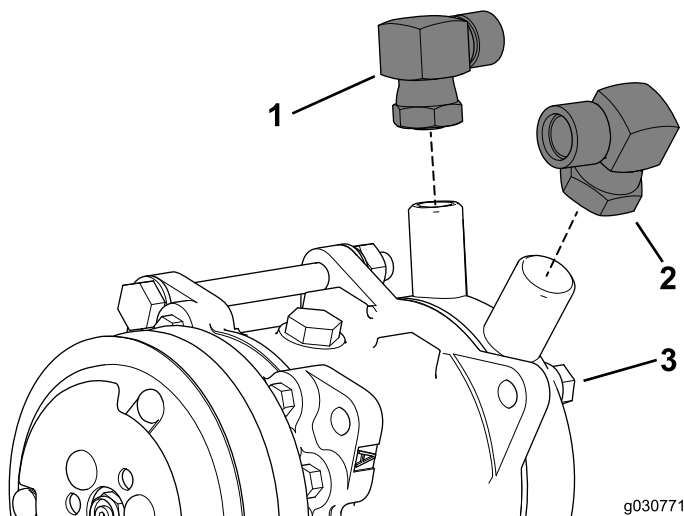

Figura 41
1. Montate il raccordo ad angolo retto (7/8 poll.) sul foro di bassa pressione o di aspirazione della pompa dell'aria condizionata (Figura 41).
3. Montate il raccordo ad angolo retto (3/4 poll.) sul foro di alta pressione o di scarico della pompa dell'aria condizionata (Figura 41).